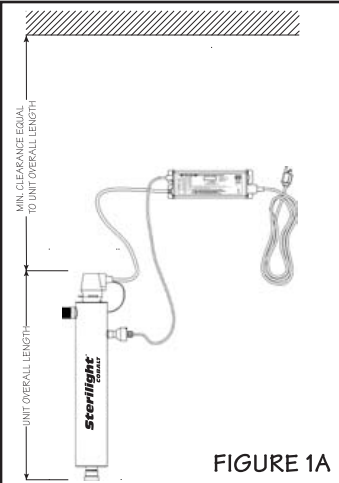

FIGURE 1A
- 1. L'illustration ci-dessus présente une configuration typique d'installation du système de désinfection et des composants connexes. On recommande l'installation d'un circuit de dérivation, ce qui permettra l'exécution d'interventions d'entretien sans interruption de la distribution d'eau. Dans un tel cas, on doit noter qu'une opération de désinfection supplémentaire du circuit de distribution sera nécessaire si de l'eau non désinfectée y a circulé. De plus, l'eau qui circulerait dans le système à travers le circuit de dérivation NE SÉRIAIT PAS désinfectée - on doit donc installer bien en vue l'étiquette fournie **"NE PAS CONSOMMER L'EAU"** sur le circuit de dérivation jusqu'à ce que le traitement de désinfection complet du système ait été effectué et qu'il ait été remis en service. Voir la description complète du processus de désinfection à la page 6 de ce document. Si de l'eau qui n'a pas été traitée par le système (à l'occasion d'une intervention d'entretien) doit être consommée, on doit la faire bouillir vingt minutes avant de la consommer. Choisir un emplacement approprié pour l'installation du système de désinfection et des composants connexes. Tenir compte de la recommandation d'installer un dispositif de fuite à la terre (recommandé). Le système peut être installé verticalement (l'orifice d'entrée d'eau en bas - Figure 1A) ou horizontalement (Figure 1B); cependant, il est préférable de l'installer verticalement. Lors du choix de l'emplacement d'installation, veiller à laisser un espace libérateur suffisant pour les opérations de remplacement de la lampe UV et/ou du manchon de quartz (typiquement, on laisse un espace correspondant à la taille du réacteur lui-même). (Note: Installations drawings show Cobalt "PLUS" avec un capteur UV) comprenant le système Cobalt